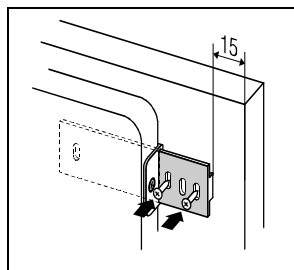

рисунок 3
- Фиксаторы вставьте в направляющие фиксаторов и закрепите их винтами A 4 x 12 на расстоянии 15 мм от края двери кухонного элемента (рисунок 3).